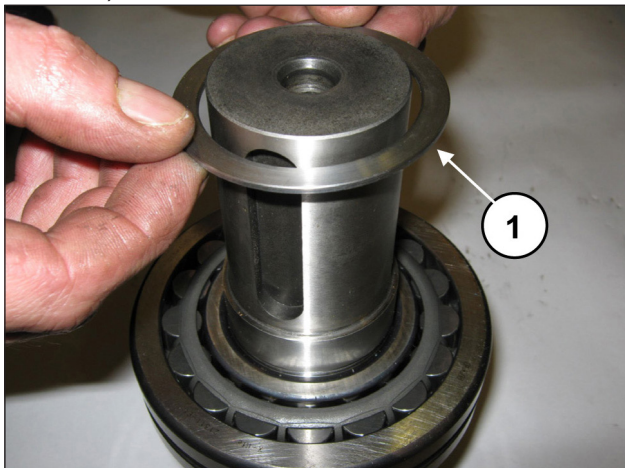
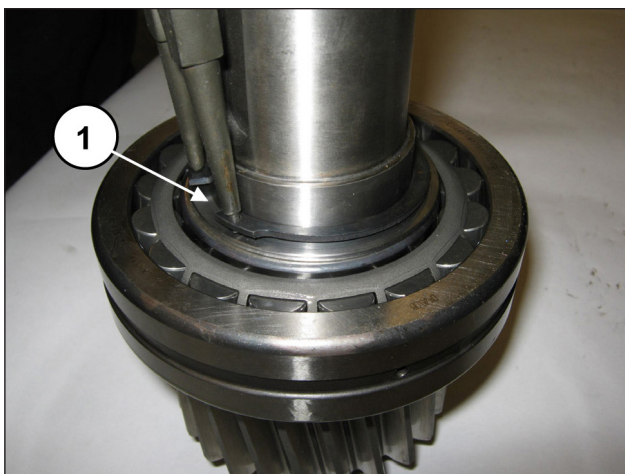

图 85
图 86
插入和轴承支撑环(位置①, 图 85)并定位开口环 $\varnothing 55$ (位置①, 图 86)。